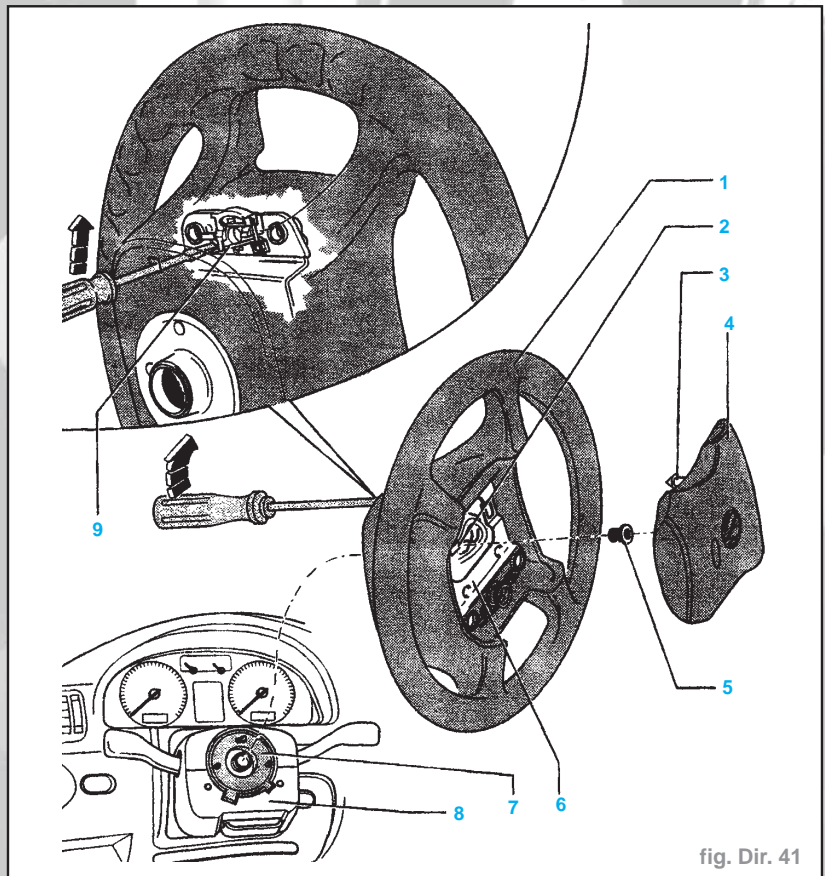

fig. Dir. 41
- Tourner le volant de direction (1) jusqu'à ce que la branche soit verticale. Tirer complètement sur la colonne de direction et la pousser dans la position inférieure (fig. Dir. 41).